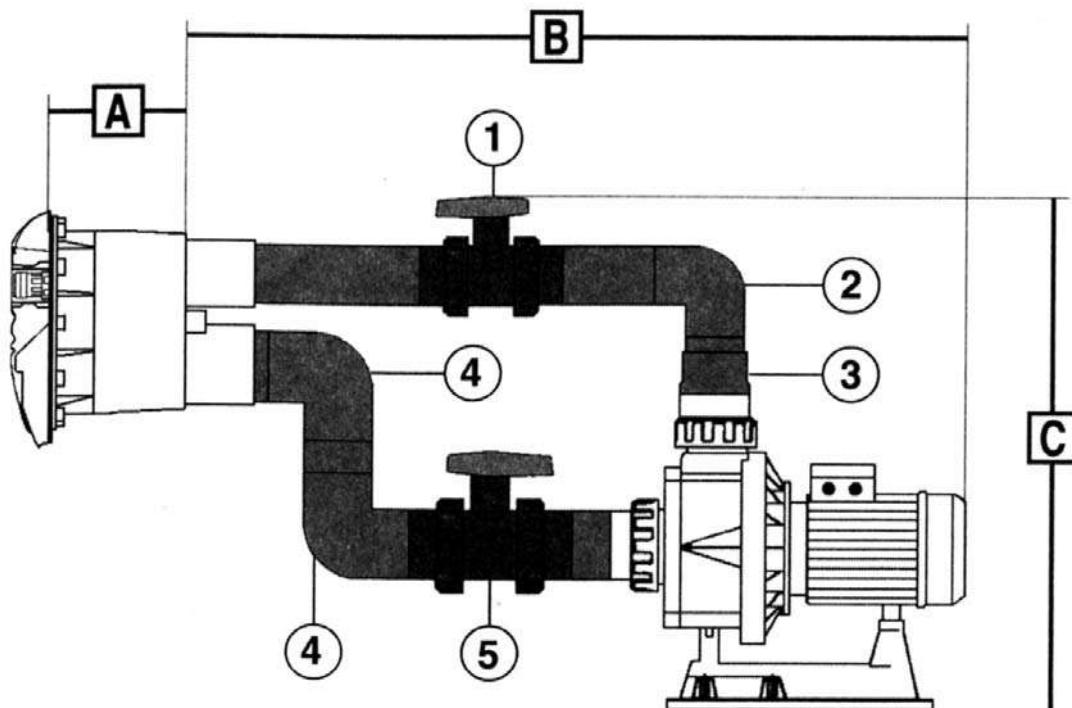

Рис. 7
- приклейте трубу 75 мм к сливному отверстию ниши (см. рис.7).
- приклейте клапан 75 мм (№1, рис.7) к трубе 75 мм.
- приклейте трубу 75 мм к клапану 75 мм (№1, рис.7).
- приклейте патрубок 75 мм (№2, рис. 7) к трубе 75 мм
- приклейте трубу 75 мм к патрубку (№2, рис.7)
- приклейте коническую переходную муфту 90/75/63 мм (№3, рис.7) к патрубку 75 мм (№2, рис.7) и соединительному элементу насоса (90 мм).
- используя трубу 90 мм, приклейте патрубок 90 мм (№4, рис.7) к всасывающему отверстию ниши (см. рис.7)
- используя трубу 90 мм, соедините другой патрубок 90 мм (№4, рис.7) к уже приклленному патрубку (рис.7).
- приклейте клапан 90 мм (№5, рис.7) к патрубку (№4, рис.7), используя для соединения трубу 90 мм.
- приклейте трубу 90 мм к клапану (№5, рис.7) и соединительному элементу насоса (90 мм).